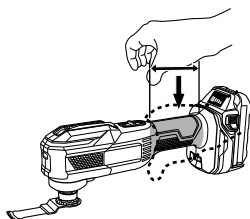

Fig. 1
- Maintenez toujours fermement l'outil avec une main sur le logement (Fig. 1). Ne pas toucher la partie en métal